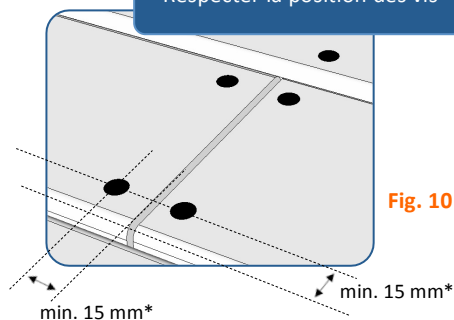

Fig. 10
- Puis **visser** avec des vis Inox A2 ou A4 (Fig. 8 & Fig. 10) selon l'essence de bois et l'exposition au milieu marin.
- Puis **visser** avec les vis Inox A2 ou A4 (Fig. 8 & Fig. 10).